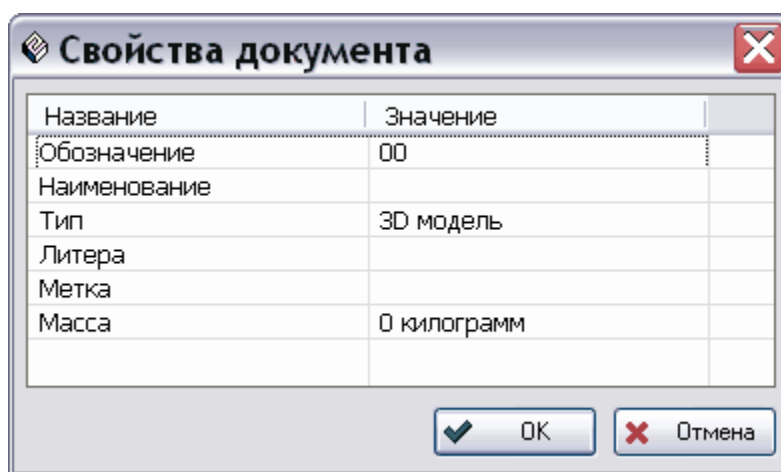

Рис. 22
1. В окне менеджера документов щелкните два раза левой кнопкой мыши в любой части строки документа **00.sldasm** или выберите из контекстного меню документа команду **Свойства документа**. После этого появится окно свойств нового документа (Рис. 22).